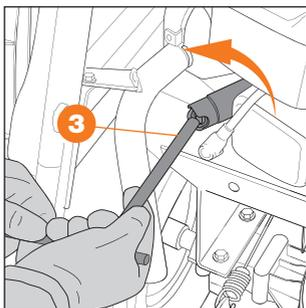

Рис. 38
- Свечным ключом выкрутите свечу **2** (Рис. 38).